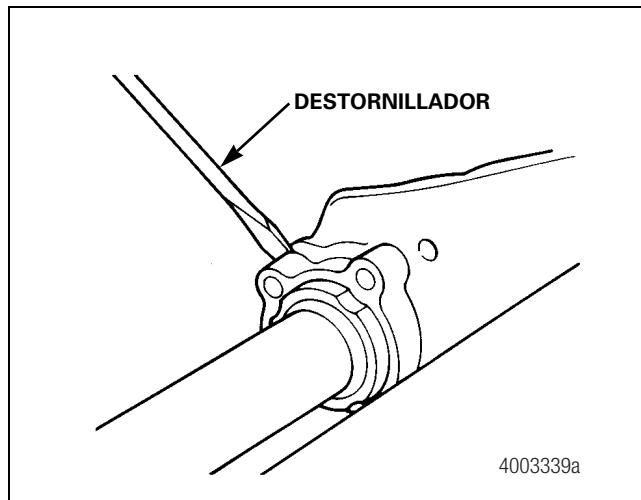

Figura 11.58
3. Apalique el portabuje para sacarlo del orificio de retención de la araña. Figura 11.58.